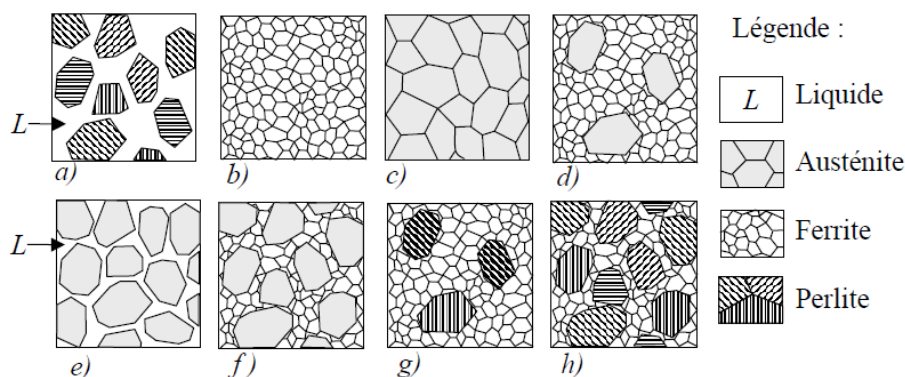

Figure 9 – Schéma de plusieurs structures micrographiques dans un acier
Q. 5. Lequel des schémas (Fig. 9) représente la microstructure de cet acier à 1420 °C?